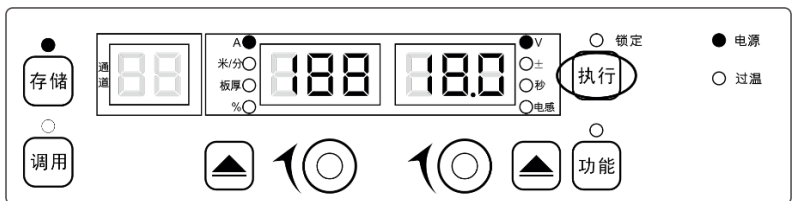

图 3-27 非锁定界面
2. 长按执行键，锁定指示灯熄灭，退出普通锁定，恢复到非锁定状态，如图 3-27 所示。